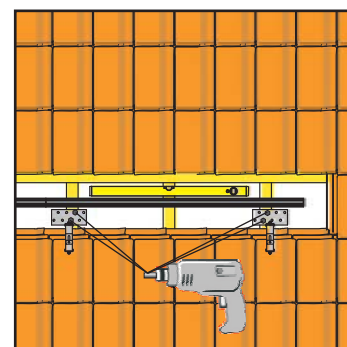

Fig. 3-9 Avvitare saldamente i ganci da tetto ai puntoni con almeno due viti
- Fissare ciascun gancio da tetto (FIX-ADP) con almeno due delle viti da legno in dotazione al puntone (fig. 3-9) praticando i fori con una punta a spirale da $\varnothing 6$ mm.